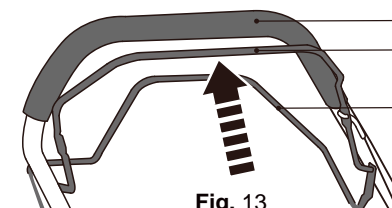

Fig. 13
1. Tirer la barre de freinage (2) contre la poignée (1) et la maintenir dans cette position pendant le démarrage du moteur. Continuer à la serrer pendant l'utilisation (Fig. 13).
2. Relâcher la barre de freinage (2) pour arrêter le moteur.